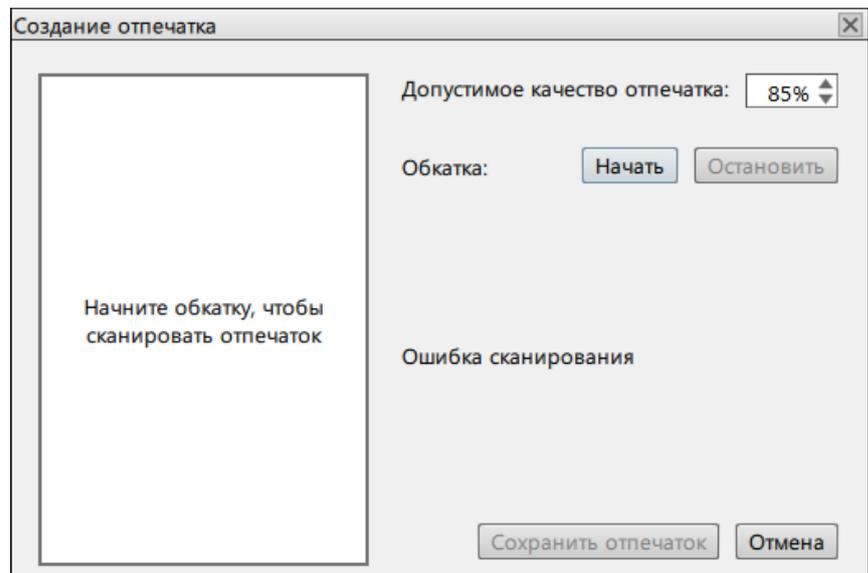

Рисунок 395 - Ошибка сканирования
**Прим.:** Если после нажатия кнопки **Начать** отображается ошибка сканирования (Рисунок 395), то проверьте подключение и наличие драйверов устройства-сканера.